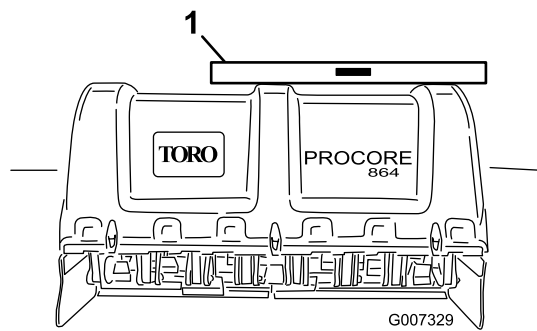

Bild 15
2. Legen Sie eine Wasserwaage auf den Aerifiziererrahmen und prüfen Sie das seitliche Niveau (Bild 15).